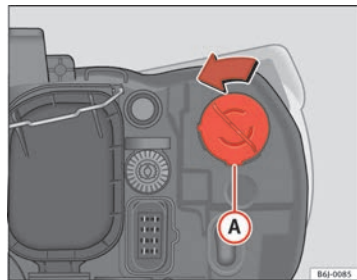

Fig. 132 Indicatore di direzione
- Ruotare il portalampade ⇒ fig. 132 **A** verso sinistra e tirare.